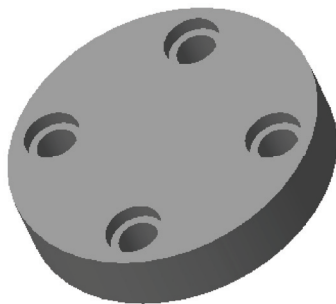

图 7-57 创建参考阵列
STEP 04 单击“完成”按钮, 即可创建参考阵列, 效果如图 7-57 所示。